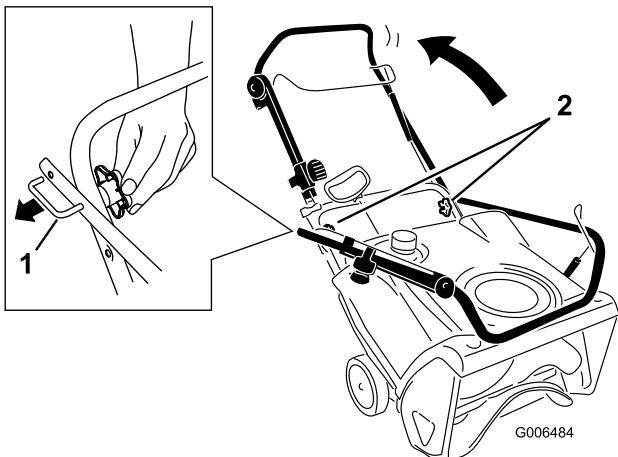

Figure 4
1. Desserez les boutons du guidon, sortez les dispositifs de blocage en « U » jusqu'à ce que le guidon bouge librement, puis faites pivoter le guidon en position d'utilisation (Figure 4).